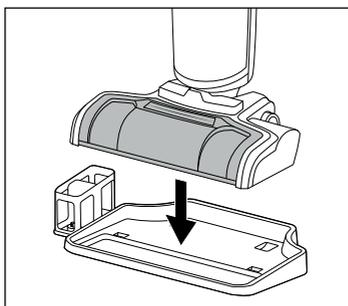

Fig. 45
- ◆ Trasportare l'apparecchio solo dalla maniglia di trasporto ❶.
- ◆ Per conservare l'apparecchio collocarlo sulla base ❷ della stazione di parcheggio e pulizia (vedere fig. 45).